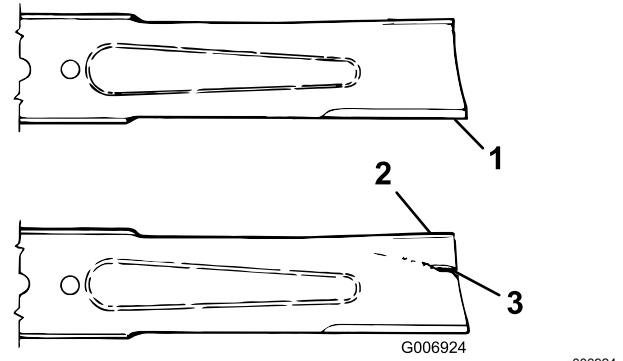

Figura 75
3. Examine cuidadosamente los extremos de corte de la cuchilla, sobre todo en el punto de reunión entre la parte plana y la parte curva de la cuchilla (Figura 75).
4. Si se aprecia desgaste (Figura 75), cambie la cuchilla; consulte Inspección del plano de la cuchilla \(página 76\).
Si se permite que la cuchilla se desgaste, se formará una hendidura entre la vela y la parte plana de la cuchilla (Figura 75). Con el tiempo, una parte de la cuchilla puede desprenderse y ser arrojada desde debajo de la carcasa, posiblemente causando lesiones graves a usted o a otra persona.